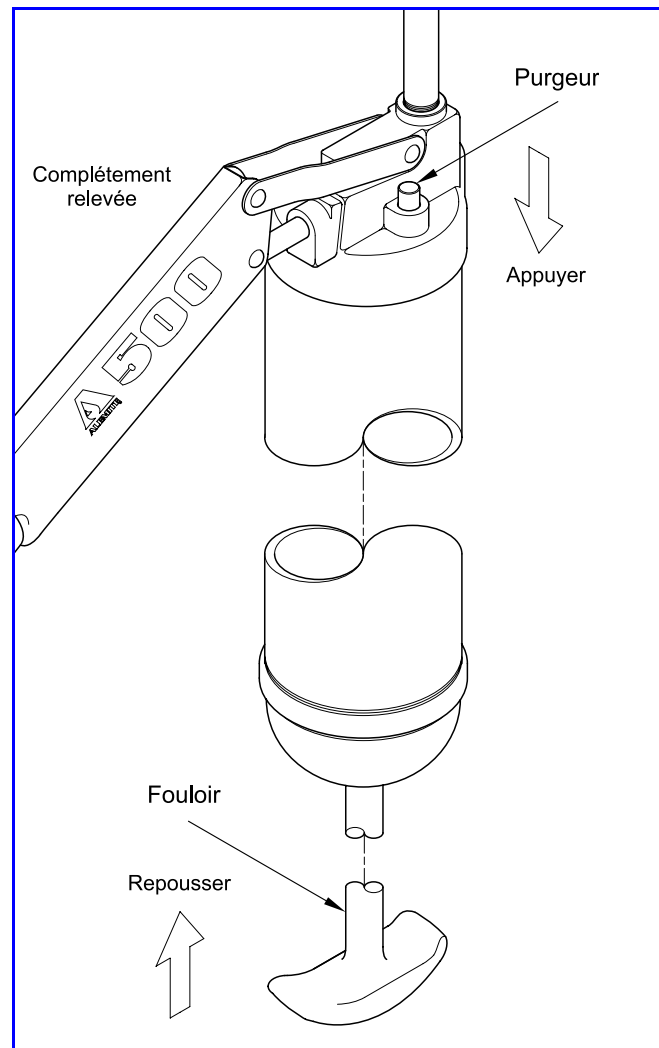

Figure 6 Amorçage forcé du pistolet
4. Appuyer sur le purgeur tout en enfonçant le fouloir dans le cylindre du pistolet. Se reporter à la **figure 6**.